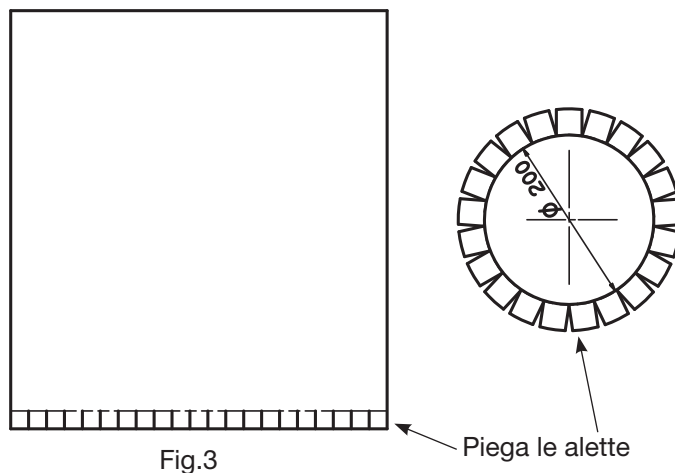

Fig.3
- Piega le alette del foglio di plastica in dotazione (fig.3).